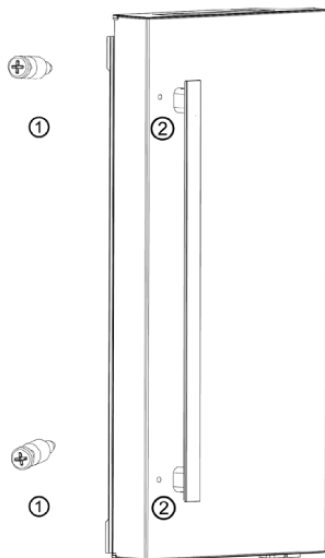

Figura 8
1. Retire el perno (1) de la bolsa de accesorios, y entonces utilice un destornillador Phillips para fijar el perno 1 en el orificio (2) de las puertas del refrigerador. Vea la figura 8.